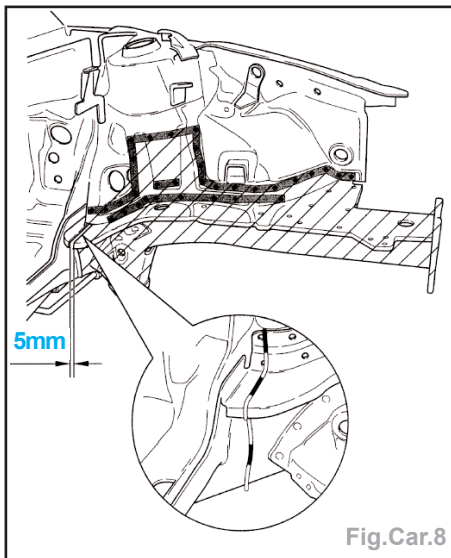

Fig.Car.8
- découper le longeron (Fig.Car.8),